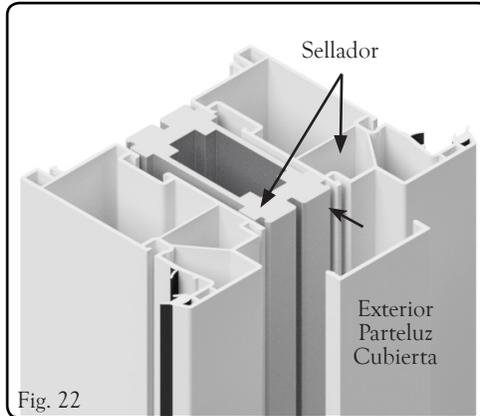

Fig. 22
- Consulte las Fig. 22 y 23. Sujete la cubierta del parteluz exterior a ambos bastidores como se muestra en las Fig. 22 y 23.